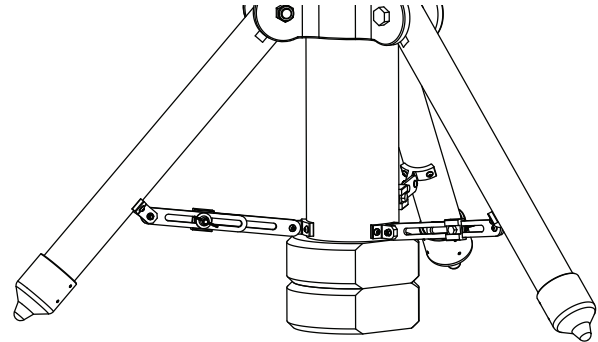

Fig. 1.1b
3. Glissez un ou deux contrepoids sur le sol, sous la colonne, selon l'espace dont vous disposez. Cette manipulation de sécurité permet d'éviter aux utilisateurs de glisser les pieds accidentellement sous la colonne avant le serrage complet (Fig. 1.1b).